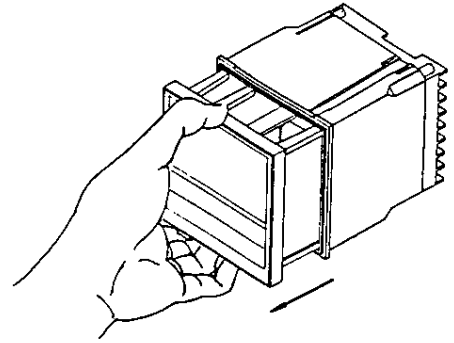

Fig. 1
下図 (Fig. 1) のように計器本体の下にあるストッパーを指で押し上げながら手前へ引くと計器が引き出せます。
「(9) 設定データロック」の項のFig.1のようにして計器をケースから取り出し、計器上部にある内部スイッチBのNo.4をONにします (他のスイッチはすべてOFFになっていることを確認して下さい)。(Fig.3)